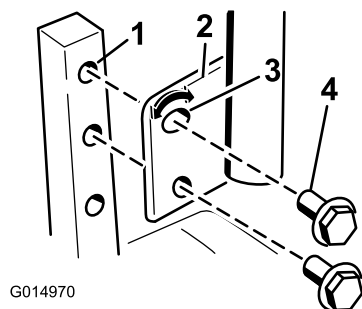
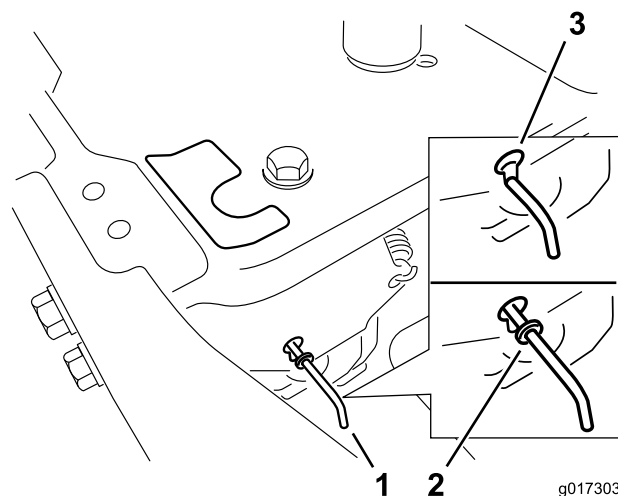

Figura 23
Figura 24
1. Remova 2 parafusos que prendem a alavanca de controlo ao veio do braço de controlo (Figura 23).
2. Mova a alavanca de controlo para o conjunto de furos seguinte. Prenda a alavanca com os 2 parafusos (Figura 23).
2. Desaperte o parafuso inferior o suficiente para rodar a alavanca de controlo para a frente ou para trás (Figura 23). Aperte ambos os parafusos para fixar o controlo na nova posição.
4. Mova as alavancas de derivação para a frente através do orifício da chave e para baixo para as bloquear no lugar, como se mostra na Figura 23/Figura 24. Certifique-se de que isto é feito para cada alavanca.
Mova as alavancas de derivação para trás através do orifício da chave e para baixo para as bloquear no lugar, como se mostra em Figura 24. Certifique-se de que isto é feito para cada alavanca.